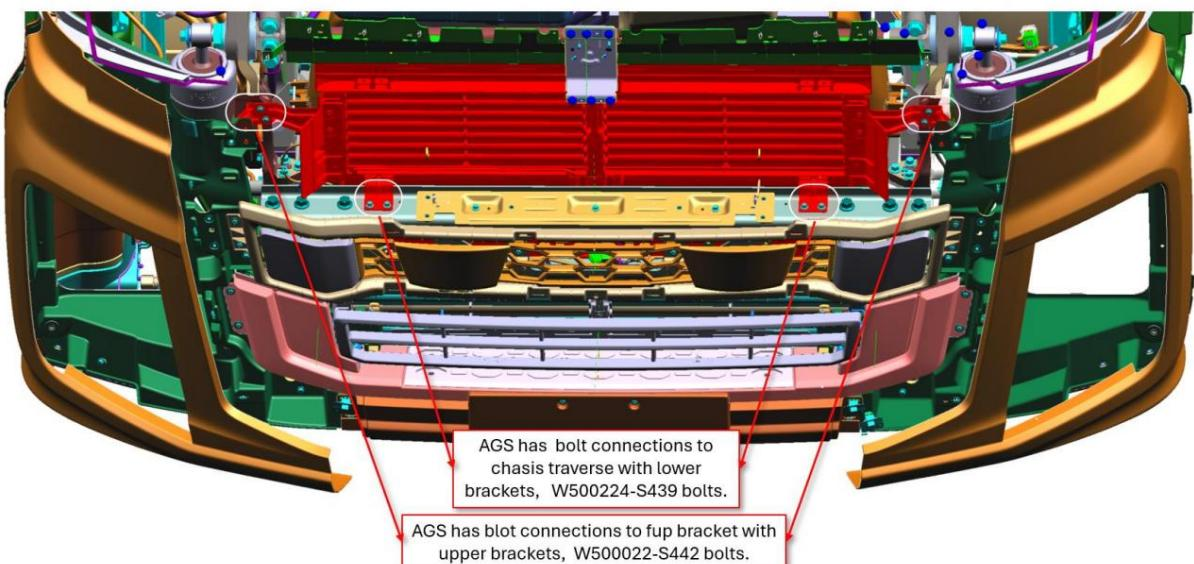

Figure 8 : Connexions du châssis supérieur de l'AGS.
12. Desserrez les vis supérieures AGS SC46-8475-A\* des fixations des supports. La pièce est fixée à la traverse avant inférieure du châssis par quatre boulons W500224-S439 et aux supports de suspension arrière, à droite et à gauche du châssis, par deux boulons W500022-S442 à droite et deux à gauche. (Figure 8)